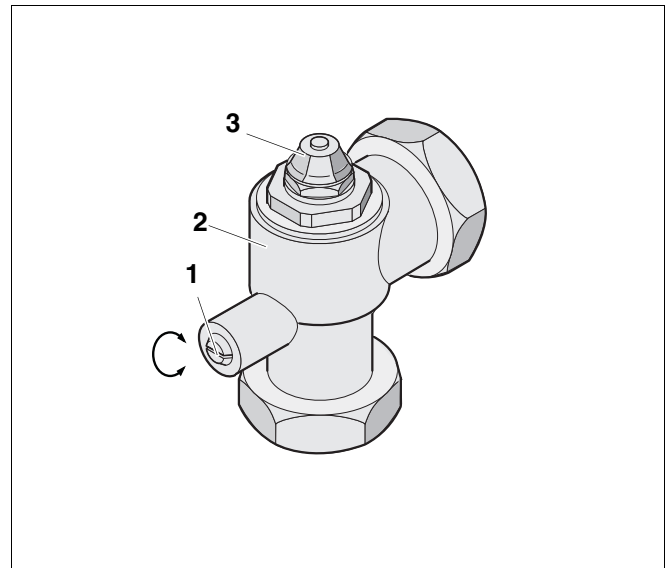

Fig. 9 Válvula angular de retenção com válvula de purga
- ▶ Colocar a ranhura dos parafusos de ajuste (fig. 9, [1]) da válvula angular de retenção na posição vertical (sempre aberta).
- ▶ Abrir a válvula de purga (fig. 9, [3]).
- ▶ Colocar a ranhura do parafuso de ajuste (fig. 9, [1]) da válvula angular de retenção na posição horizontal (estado operacional).
- ▶ Assim que sair água sem bolhas de ar na válvula de purga (fig. 9, [3]), fechar esta válvula.